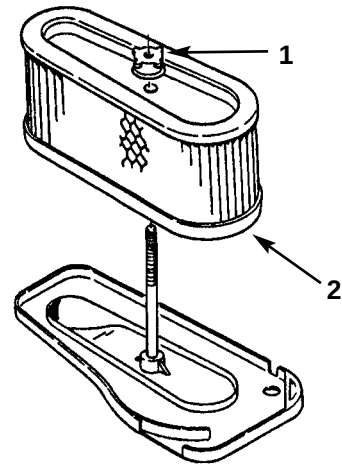

Fig. 29
5. Løsn gummimøtrikken og fjern papirelementet (fig. 29).
2. Skub luftfilterenheden på den lange stang. Skru nu gummimøtrikken fingerstramt mod luftfilteret (fig. 29).